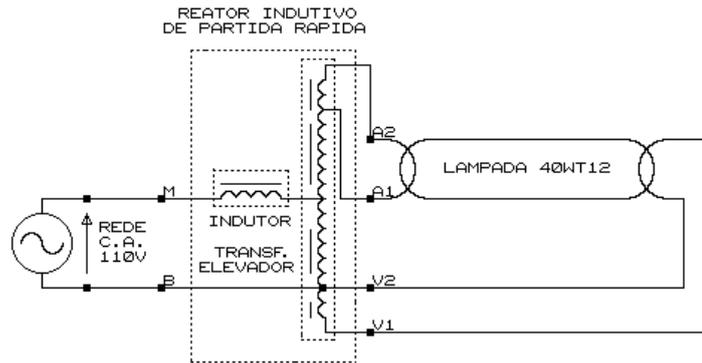

Figura 1.3 Lâmpada 40WT12 alimentada por um reator indutivo de partida rápida
A Figura 1.3 mostra o esquema completo da ligação neste caso.
c) Faça todas as conexões indicadas na Figura 1.3 e energize o conjunto, verificando o funcionamento da lâmpada.